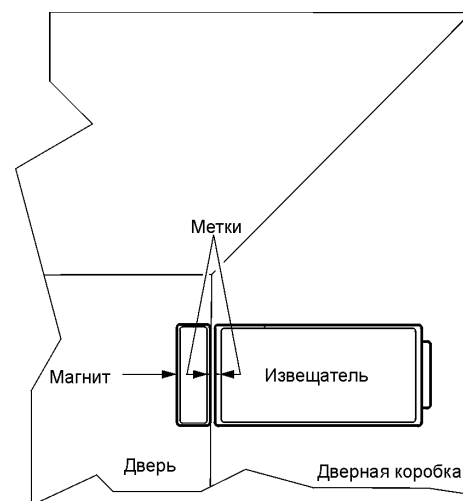

Рис. 1. Место установки ИЗВЕЩАТЕЛЯ.
- Устанавливайте извещатель на дверной раме, а магнит на двери (см. рис.1). Если дверь двухстворчатая, устанавливайте извещатель на той створке, которая открывается реже, а магнит на другой.